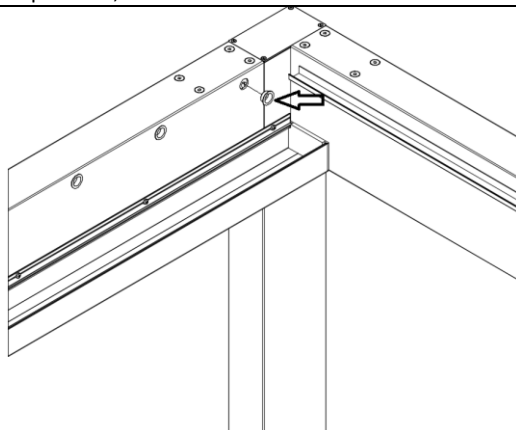

Figure 22
20. Tapez les bagues en plastique (fig. 22) dans les trous extrêmes aux deux extrémités des poutres longitudinales avec un marteau sur la paroi latérale.
17. Enfillez les bagues collectrices extérieures dans les grandes fenêtres des axes de lames sur les poutres longitudinales (fig. 22).